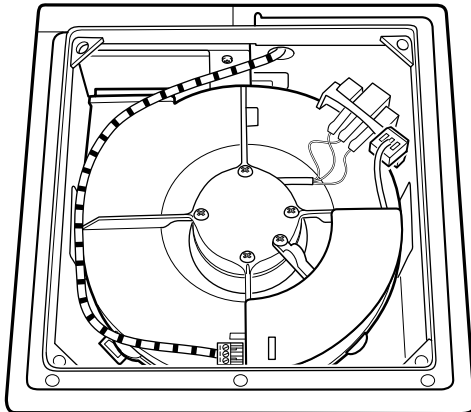

Bild 6b
- Bei eingebautem Steuergerät (Modul) Stecker an die Steckerbuchse des Moduls anstecken, Bild 6b.